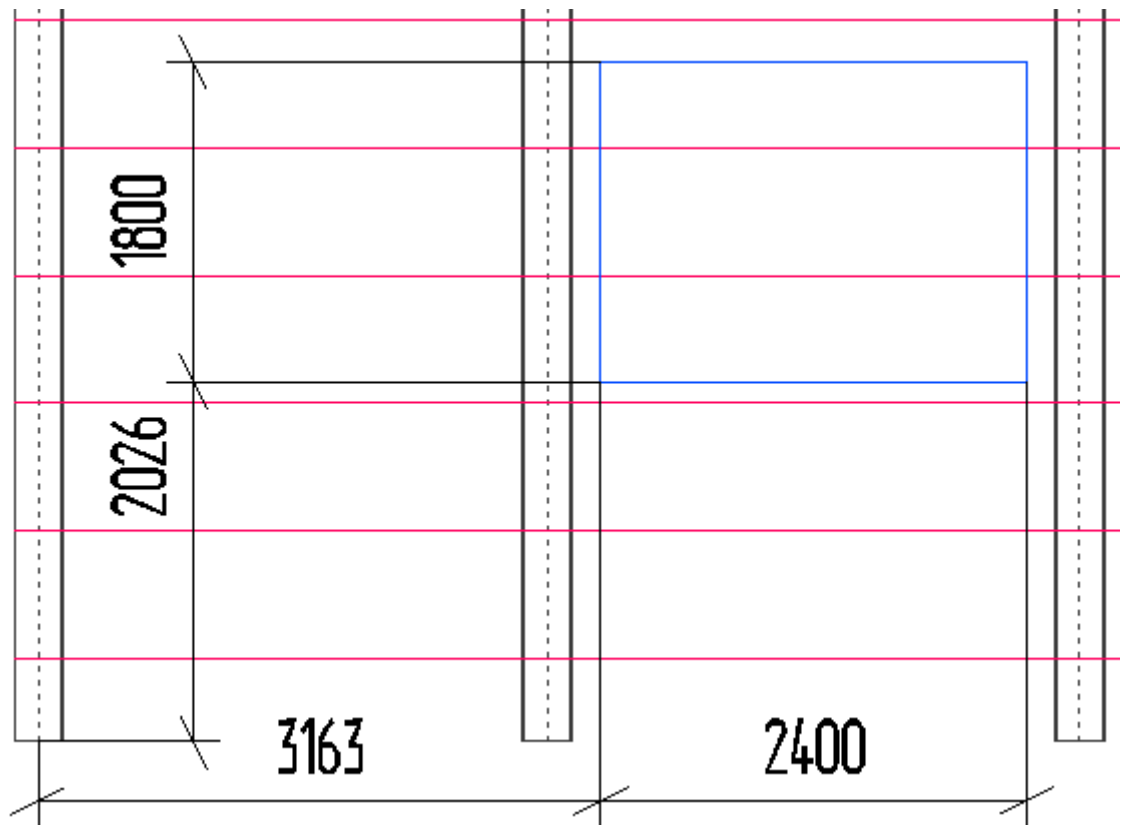

Рисунок 79
- На виде слева нарисовать прямоугольный контур, с параметрами, представленными на Рисунок 79.